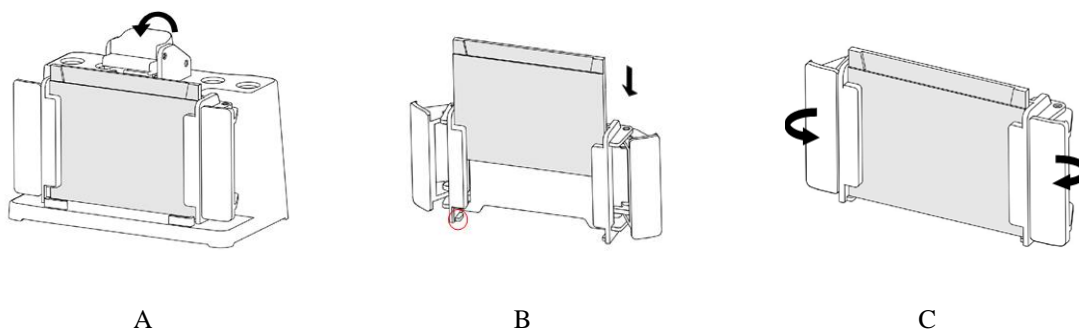

图 1 凝胶板准备
1) 正确放置保证灌胶框水平于操作台上, 并打开灌胶框手柄; 按所需凝胶厚度选择边条玻璃板, 将短玻璃板放置其上; 带边条玻璃板的标记端向上, 将两块玻璃板滑入灌胶框与水平定位结构(红圈)对齐, 使短玻璃板一面朝向前方(图 1, A);
2) 玻璃板到位后关闭灌胶框手柄, 将玻璃板夹紧在灌胶框中, 并检查玻璃板底部是否平齐(图 1, B);
3) 保持灌胶框手柄关闭, 将灌胶框放置于制胶底座的制胶密封垫上。同时将凸轮杠杆压在带边条的玻璃板上(图 1, C);